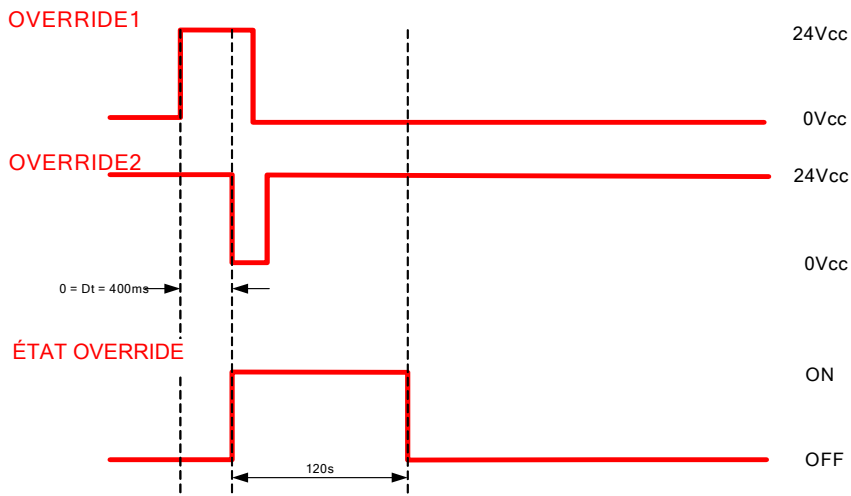

Figure 45
- dès que la temporisation expire (Figure 45).